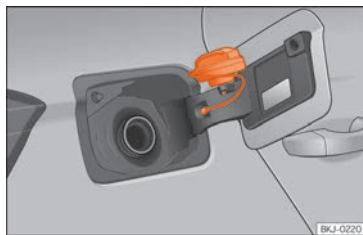

Fig. 157 Tapa del dipòsit amb el tap encaixat.
- Poseu-lo en l'espai que hi ha a la frontissa de la tapa oberta >>> fig. 157.